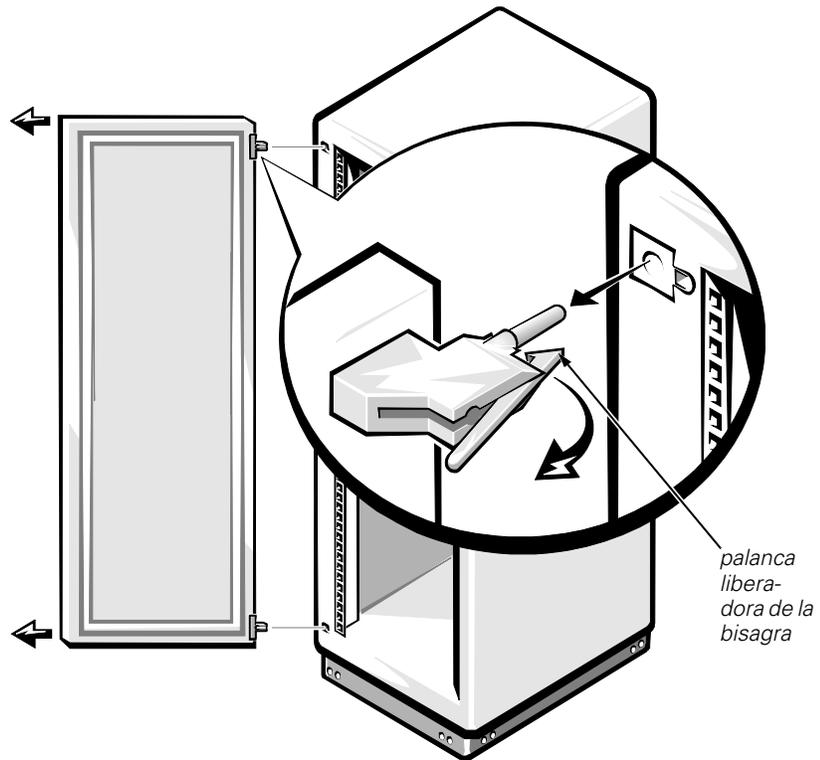

Figura 3. Desmontaje de las puertas del estante
2. Desmonte la puerta anterior según se muestra en la figura 3.
1. Levante la puerta anterior en posición y alinee las bisagras con los agujeros del estante tal como lo muestra la figura 3.